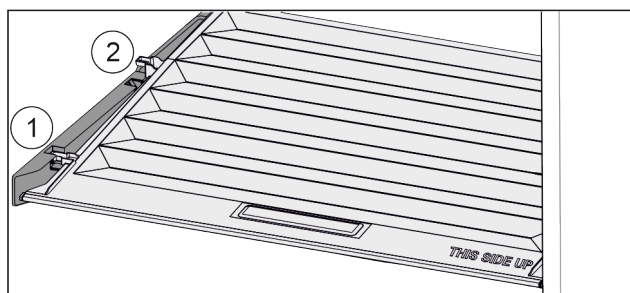

Fig. 46
- 将盖子向前拉 Fig. 46 (1)至定位件开口。
- 从下方抬起后端并向上将其移出 Fig. 46 (2)。